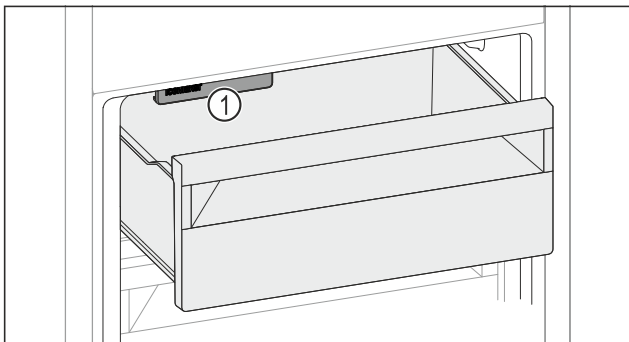

Fig. 126
- ▶ Levensmiddelen in de lade leggen. Wanneer u levensmiddelen in de linker lade plaatst: Rekening houden met IceMaker Fig. 126 (1).